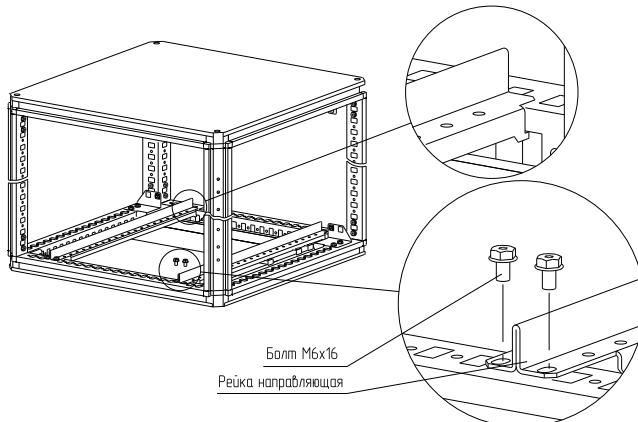

Рисунок 11
4.4.5 Для удобства установки панели монтажной рекомендуется применять направляющие рейки (рисунок 11). Направляющие рейки необходимо закрепить на основании болтами M6x16. Момент затяжки – 7 Н·м.